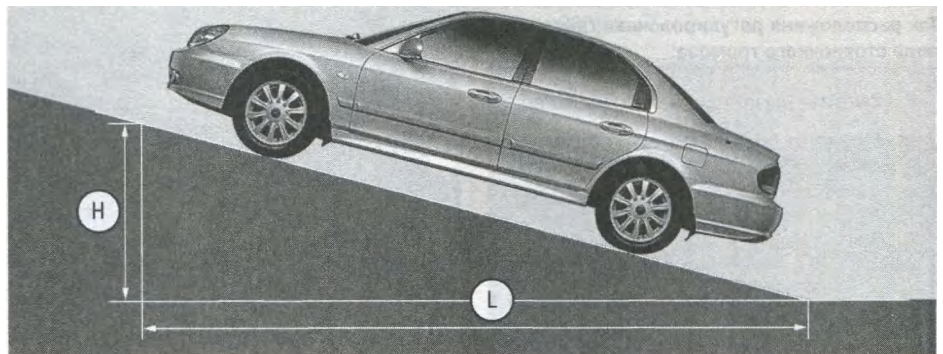

Рис. 9.7. Проверка стояночного тормоза
1. Для проверки правильности регулировки стояночного тормоза (рис. 9.7) найдите вблизи места стоянки вашего автомобиля эстакаду или погрузочный пандус высотой $H = 1,25$ м при длине въезда $L = 5$ м. Такое соотношение соответствует уклону 25%. Установите автомобиль на уклон. Нажмите и удерживайте педаль тормоза. Переведите рычаг механической коробки передач в нейтральное положение или рычаг селектора автоматической коробки в положение «N». Поднимите до упора рычаг стояночного тормоза. Плавно отпустите педаль тормоза. Автомобиль должен неподвижно удерживаться на уклоне. Если автомобиль начал скатываться вниз, необходимо отрегулировать привод стояночного тормоза (см. «Регулировка привода стояночного тормоза», с. 194).